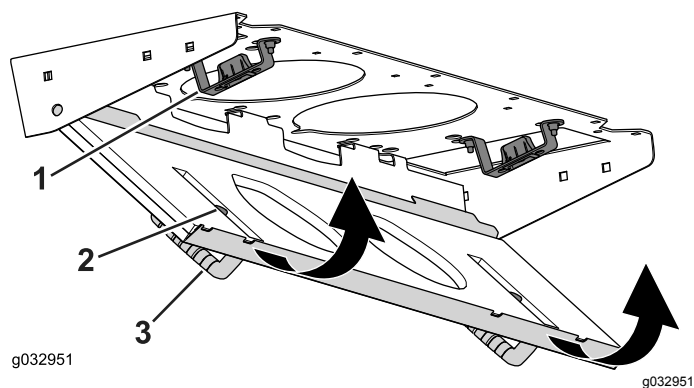

Figura 144
4. Ruotate lo schermo del filtro attorno alle alette fino a quando il fermo non si blocca nel gruppo del supporto del fermo (Figura 144).